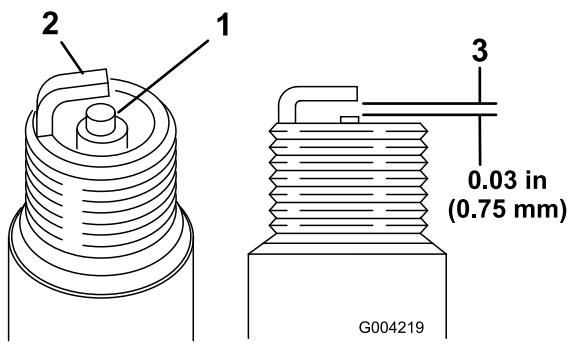

図 50
1. 中央の電極部を観察する（図 50）。絶縁体部がうす茶色や灰色なら適正、碍子が黒くなっているのは不完全燃焼である（エアクリーナの汚れが原因であることが多い）。
- 2. プラグの電極間のエアギャップ (図 50) を点検し、
- 3. 適正值から外れていれば外側の電極 (図 50) を曲げて調整する。